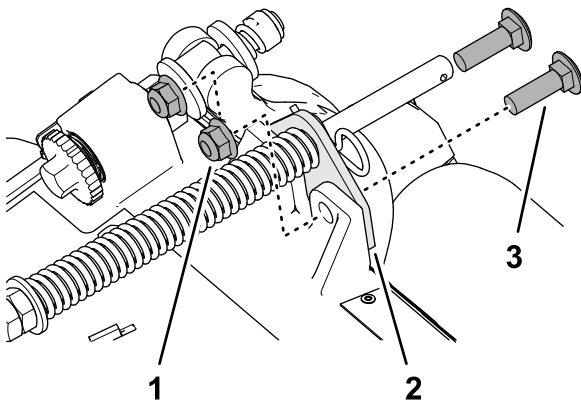

Figure 14
2. Retirez les 2 contre-écrous à embase ( $\frac{3}{8}$  po) et 2 boulons de carrosserie ( $\frac{3}{8}$  x  $1\frac{1}{4}$  po) qui fixent le support de compensateur au cadre de l'unité de coupe (Figure 14).